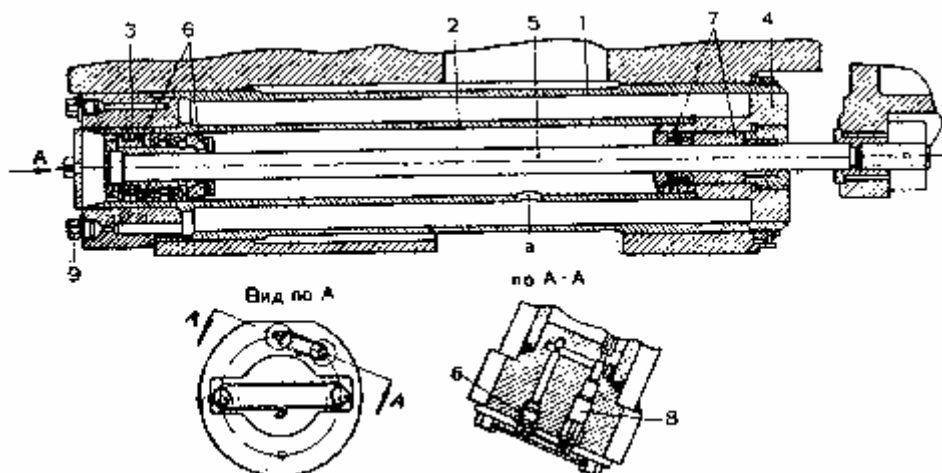

Рис. 179. Накатник (разрез):
34...37 ат. Накатник состоит из следующих основных деталей (рис. 179): наружного цилиндра 1, рабочего цилиндра 2, задней крышки 3 и корпуса 4 сальника (сваренных вместе), штока 5 с поршнем 6 и сальника 7.
Жидкость, находящаяся во внутреннем цилиндре накатника, перегоняется через отверстие а (рис. 179) в наружный цилиндр и ещё больше сжимает находящийся в наружном цилиндре воздух.
- 5) Вывинтить пробку 9 (рис. 179) и полностью слить жидкость из накатника.